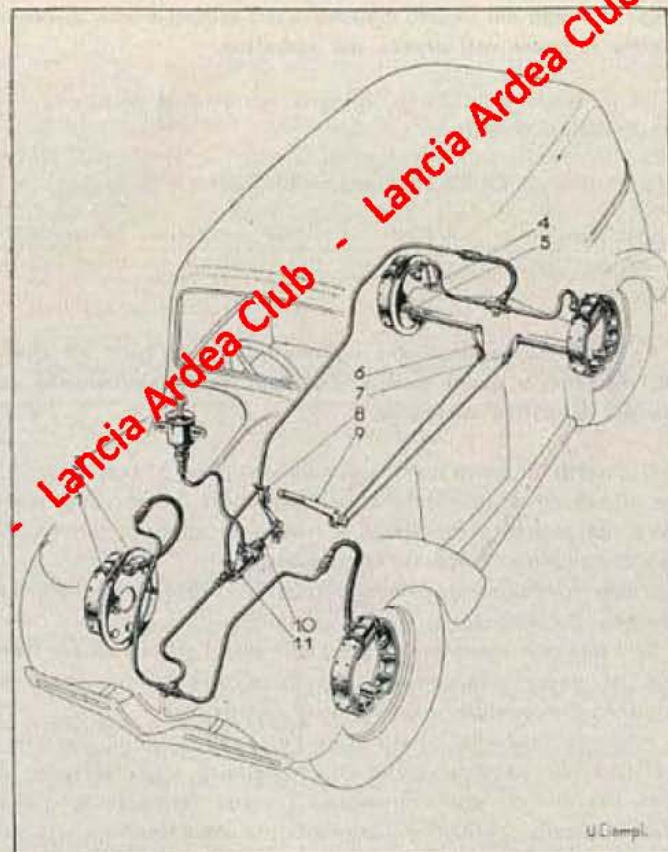

Fig. 28. - Schema frenatura idraulica
Lo schema dell'installazione dei freni è rappresentato dalla fig. 28.
In questo impianto il serbatoio alimentatore (3) (vedi fig. 28) è munito di un'asta centrale ad occhio, avente il compito di mantenere nell'impianto dei freni, a mezzo di apposita pompa interna al serbatoio, il liquido sotto pressione.